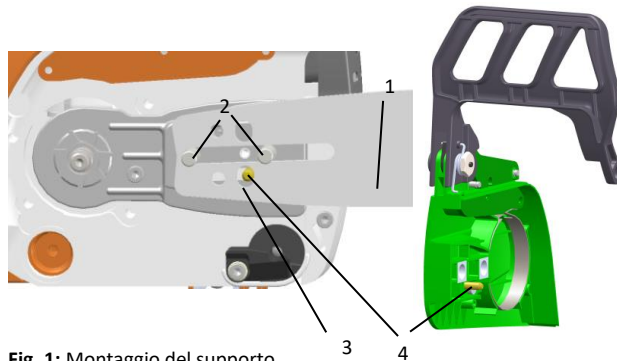

Fig. 1: Montaggio del supporto
- > Posizionare la barra di guida (1 - Fig.1) tra le viti (2 - Fig.1) nello stesso modo di una normale barra di guida per motosega.
- > Il foro (**3** - Fig.1) nel supporto deve essere a livello con il meccanismo di azionamento del tendicatena. A seconda del tipo di motosega, questa viene montata sul lato motore o nel coperchio (**4** - Fig.1).